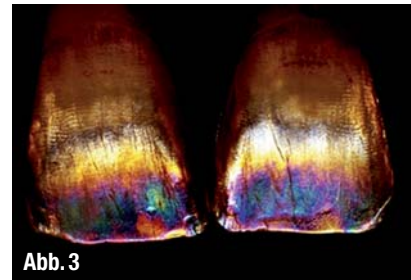

Abb. 3
■ Immer wieder haben die Cracks doziert, wie wichtig es sich darstellt, dass man gewachsene Zahnstrukturen imitiert und dieses Dogma dann durch spektakuläre Spektralbilddaufnahmen unterlegt und gefestigt (Abb. 3).
▲ Abb. 3: Spektralbildaufnahme. (Quelle: VITA)